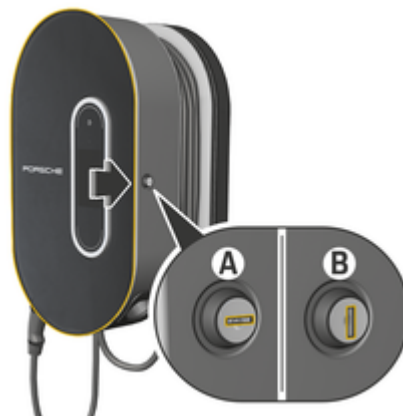

Fig. 84 Base de carregamento
- ▶ Coloque a trava na posição **A** (Fig. 84).
- ▶ Coloque a trava na posição **B** (Fig. 84).